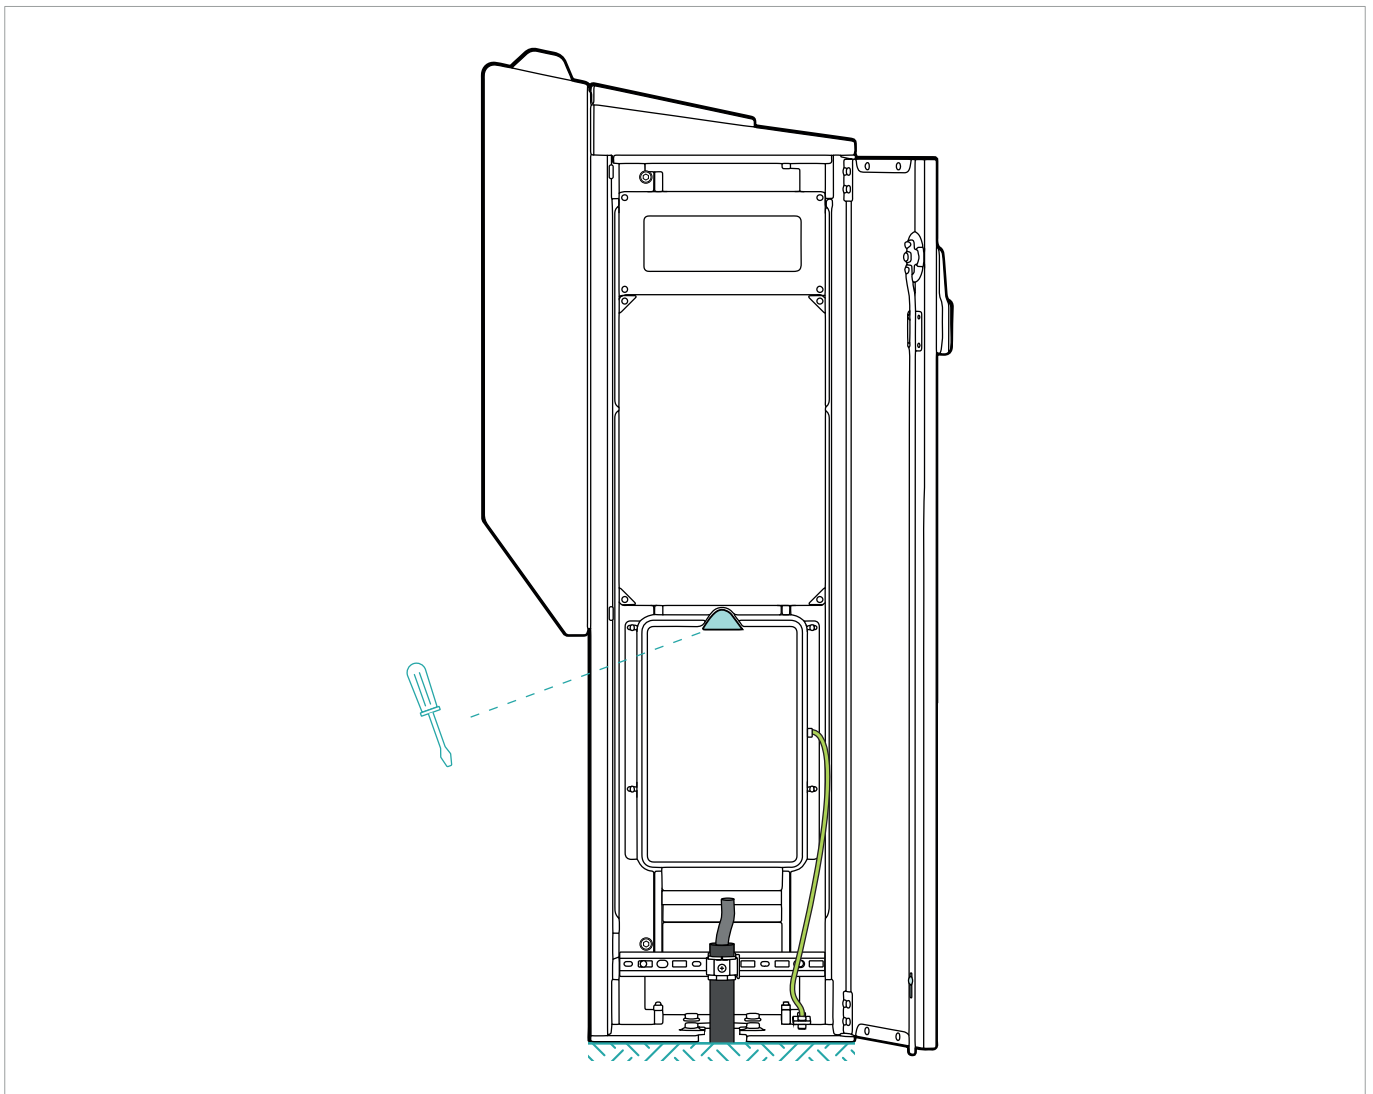

Abb. 11
- Öffnen Sie den Hausanschlusskasten (**Abb. 11**).